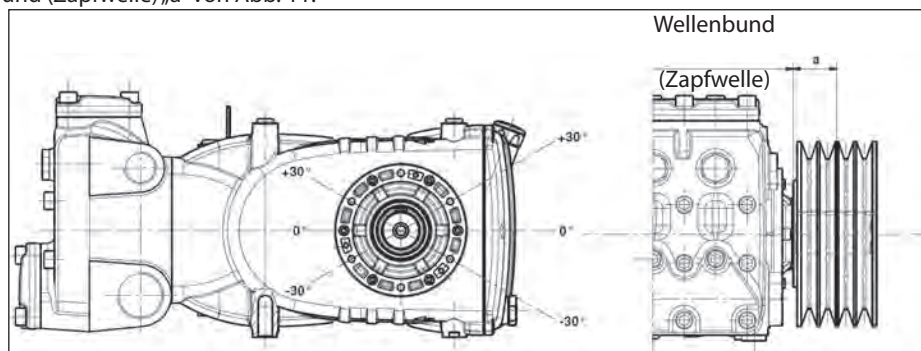

Abb. 11
Die radiale Belastung der Welle darf 7500 N (für die Definition der Anordnung erforderlicher Wert) nicht übersteigen. Der Antrieb gilt als richtig bemessen, wenn die Belastung bei einem maximalen Abstand $a=40$ mm vom Wellenbund (Zapfwelle) angewandt wird, siehe Abb. 11.
- b) Verwenden Sie Hochleistungsriemen - zum Beispiel **XPB** statt **SPB** - da hierbei weniger Riemen bei gleicher Leistungsübertragung benötigt werden und der Abstand zum Wellenbund (Zapfwelle) „a“ von Abb. 11.
- e) Folgen Sie der Spannungsrichtung des Riemen lt. Angaben in Abb. 11. Wenden Sie sich bei anderen Anforderungen an die **technische Abteilung** oder den **Kundendienst**.